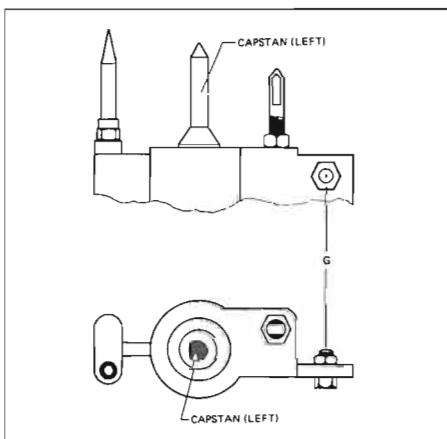

Fig. 3.5
- Die Zentrierschraube [G] im Doppelkapstannguss (Fig. 3.5) lösen. Den Schwenkträger nach oben drücken, bis die Spitze des Gewindestiftes [H] in die Zentrierschraube eintaucht.
- Loosen centering screw [G] in the dual capstan casting (Fig. 3.5). Press pivoting carrier down until the tip of the headless setscrew [H] plunges into the centering screw.